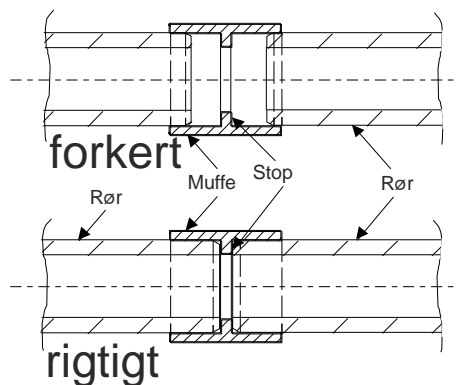

Fig. 36 Rørmontering
- De enkelte rørsektioner forbindes med fittings. Alt efter det anvendte rørmateriale skal der enten foretages en limning som beskrevet i afsnit 5.3.2 og 5.3.3 eller ved tryk som beskrevet i afsnit 5.3.4. Rørene trykkes ind i fittingsene til stopanslaget, Fig. 36.